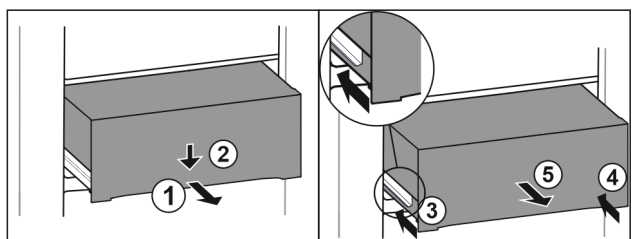

Fig. 164
- ▶ Zásuvku napůl vytáhněte. Fig. 164 (1)
- ▶ Stlačte zásuvku na přední straně dolů. Fig. 164 (2)
- ▶ Zasuňte levou kolejničku přibližně do 2 cm. Fig. 164 (3)
- ▶ Zasuňte pravou kolejničku přibližně do 2 cm. Fig. 164 (4)
- ▶ Vyjměte zásuvku dopředu. Fig. 164 (5)